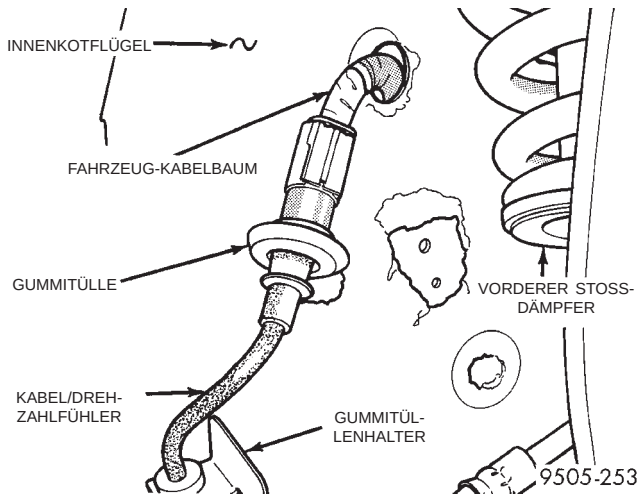

**Abb. 30 Anschluß des Drehzahlfühlerkabels am Fahrzeug-Kabelbaum**
(12) Die Gummitülle des Drehzahlfühlerkabels aus dem Innenkotflügel ausbauen (Abb. 30). Dann das Drehzahlfühlerkabel vom Fahrzeug-Kabelbaum
abklemmen (Abb. 30). Den Kabelbaum durch die
(15) Den Kabelkanal am rechten Längsträger anbauen. Den Kabelbaum für den Drehzahlfühler durch die Bohrung im Innenkotflügel schieben. Dann das Drehzahlfühlerkabel am Fahrzeug-Kabelbaum anschließen (Abb. 30).
(16) Die Gummitülle des Drehzahlfühlerkabels im Innenkotflügel einbauen. Den Gummitüllenhalter am rechten Innenkotflügel montieren (Abb. 30).
(17) Spritzschutz für Aggregateantrieb am rechten Radkasten anbauen.
(18) Rechtes Vorderrad wieder anbauen. Die Radmuttern aufschrauben und in der vorgeschriebenen Reihenfolge festziehen, bis alle Radmuttern mit dem halben Anzugsmoment angezogen sind. Dann die Reihenfolge wiederholen und die Radmuttern mit dem vollen Anzugsmoment von 135 N·m (100 ft. lbs.) festziehen.
(19) Fahrzeug absenken.
(20) Servoöl in den Ölbehälter füllen, bis der korrekte Füllstand erreicht ist.
(21) Minuskabel an der Batterie anschließen.
(22) Motor anlassen und einige Sekunden laufen lassen. Dann den Motor abstellen.
(23) Ggf. Servoöl nachfüllen. Diesen Vorgang so lange wiederholen, bis der Ölstand nach dem Abstellen des Motors konstant bleibt.
(24) Fahrzeug vorn anheben. Die Vorderräder dürfen den Boden nicht mehr berühren.
(25) Motor anlassen. Das Lenkrad langsam nach links und rechts drehen, bis es gerade den Anschlag berührt. Dann den Motor wieder abstellen.